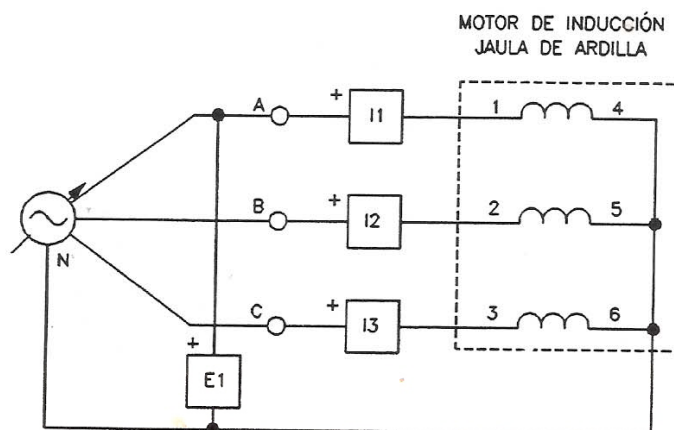

Figura 4-26. Motor de inducción jaula de ardilla trifásico.
- ☐ 5. Conecte el equipamiento como lo muestra la Figura 4-26.
Abra el circuito en el punto A de la Figura 4-26. Asegúrese de que la entrada VOLTAJE E1 del módulo DAI permanezca conectada a la fuente c.a.
Abra el circuito en el punto B de la Figura 4-26.